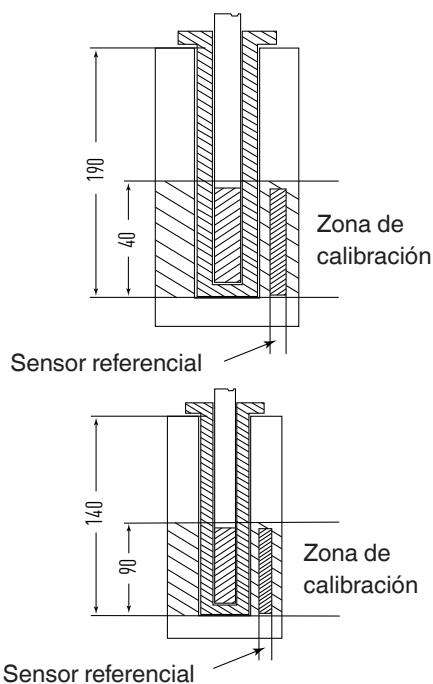

Figura 3
- Ambas sondas de temperatura deben estar lo más cerca posible la una de la otra (ver figura 3).